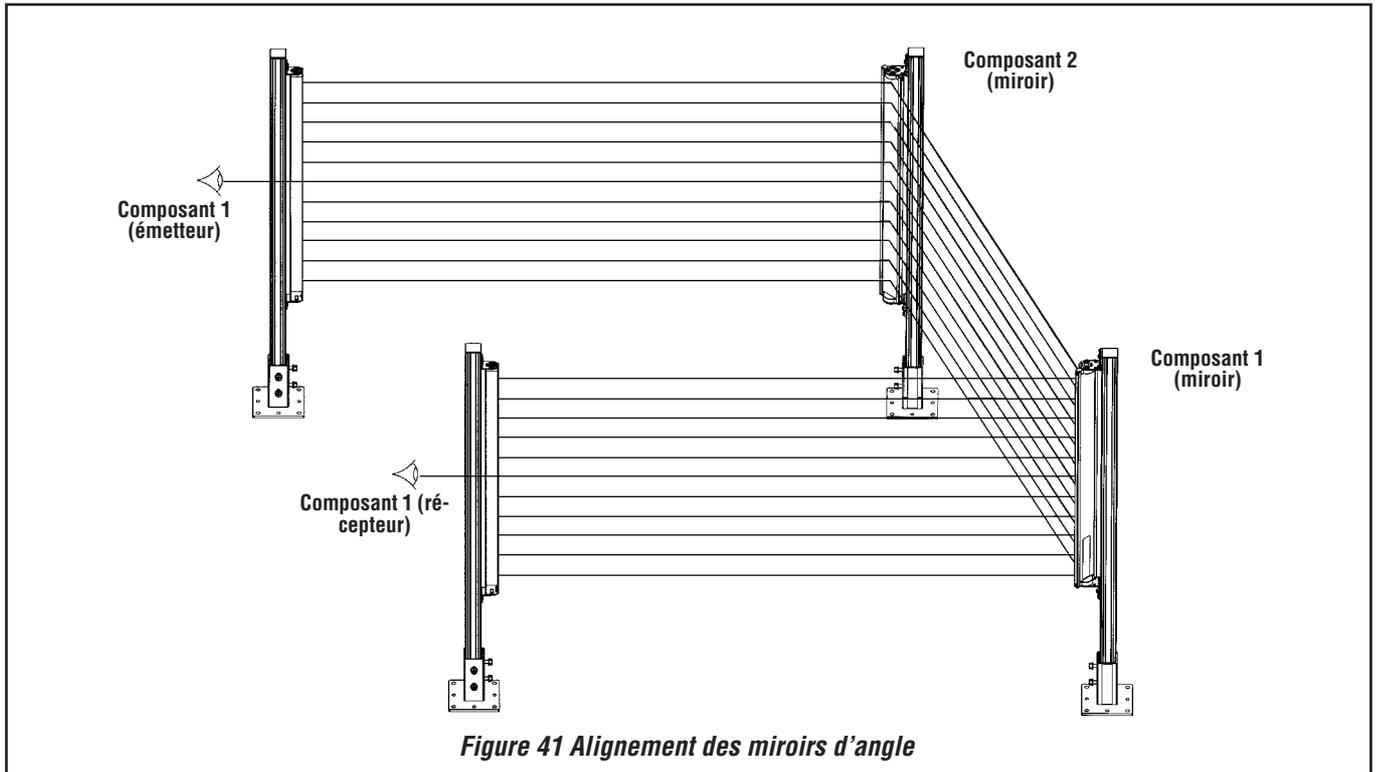

Figure 41 Alignement des miroirs d'angle
- 2) Placez-vous derrière l'une des barrières (voir Figure 41 de la page 45) et vérifiez l'alignement des miroirs. Lorsque l'alignement est correct, vous verrez les lentilles de l'autre détecteur se réfléchir en ligne droite dans le miroir.